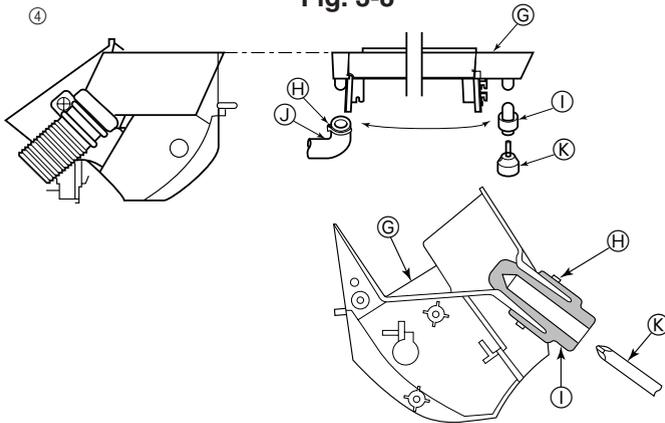

Fig. 3-9
④ La manguera de desagüe se puede conectar a dos posiciones diferentes. Utilice la posición más conveniente y, si es necesario, intercambie la posición de la cubeta de desagüe, tapón de caucho y manguera de desagüe. (Fig. 3-9)